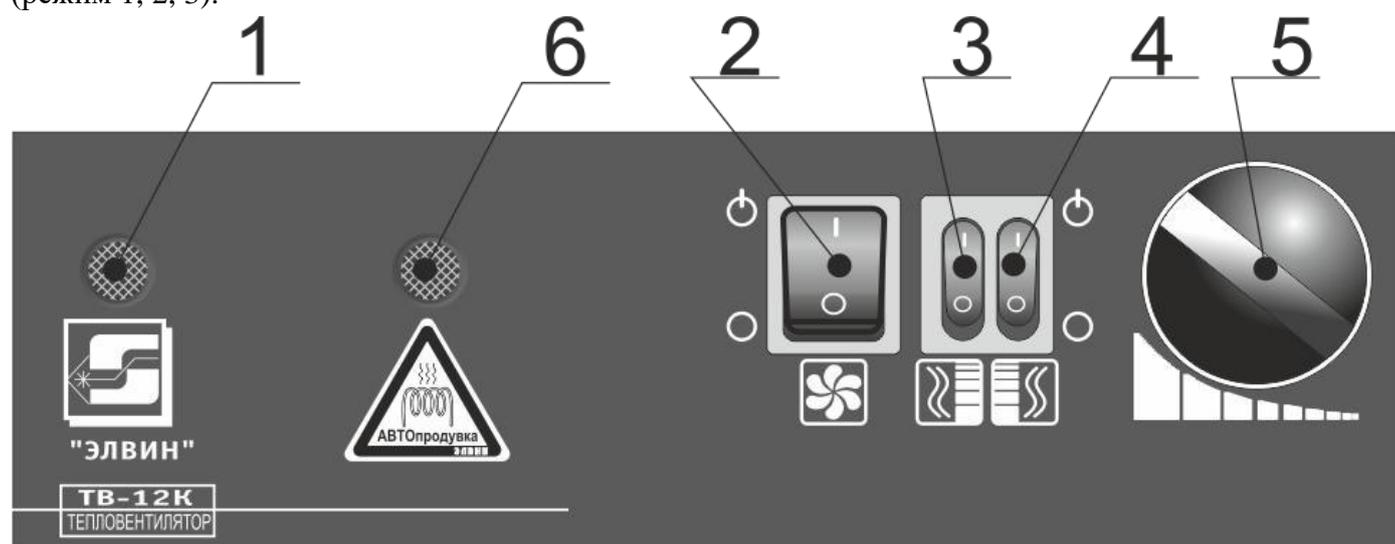

Рис. 2. Панель управления
\*Примечание: Сочетание клавиш 3 и 4 (см. рис.2) (режим 1 совместно с режимом 2).
6.2. Установить клавишу (см. рис.2) включения вентилятора (2) в положение «○». Ручку терморегулятора (5) повернуть в крайнее против часовой стрелки положение.
Установить клавишу (2) включения вентилятора (см.рис.2) в положение «I», при этом начинает работать вентилятор и загорается подсветка клавиши.
В случае ненормальной работы тепловентилятора встроенный в схему термоограничитель с самовозвратом отключает нагревательные элементы и электродвигатель, при этом загорится сигнальная лампочка включения защиты (1) (см. рис.2).